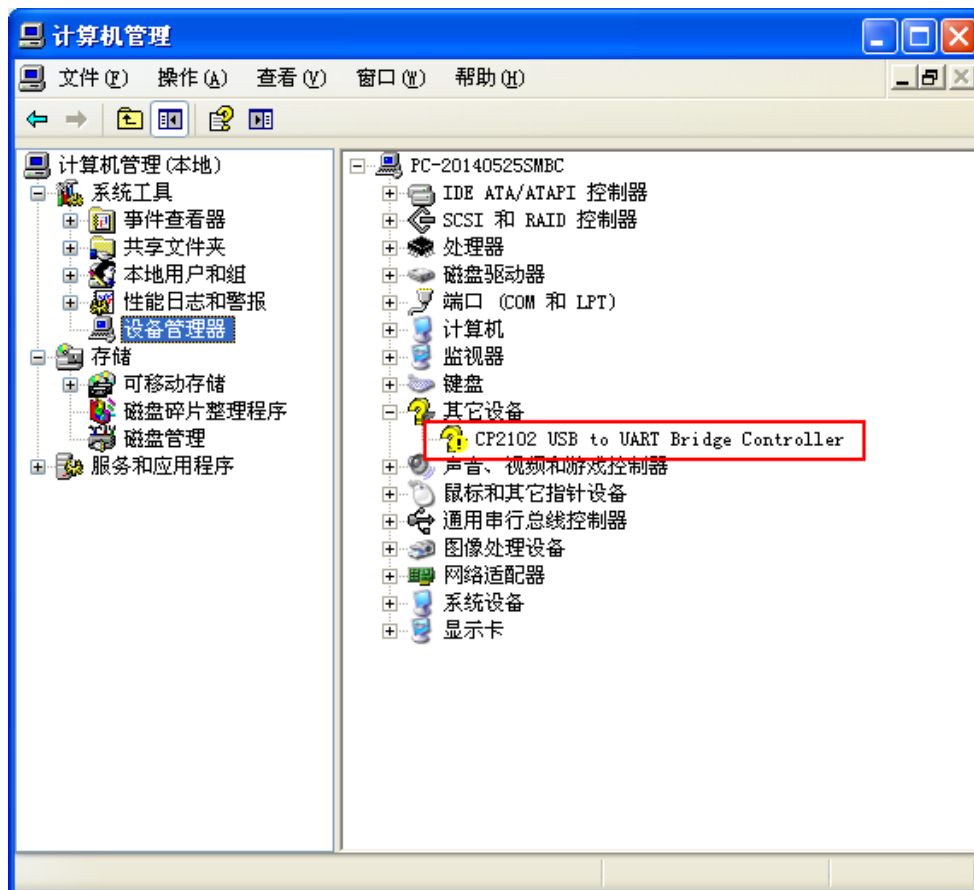

图 4-2 USB 转串口设备安装驱动前
**注：**为连接方便上图把主控电源和触摸电源同时接到了 USB 转串口的 3V3 上了，可根据实际情况进行选择。USB 转串口设备连接 PC 电脑时，如果 PC 电脑没有安装过 USB 转串口设备驱动，会出现如图 4-2 的未知设备，需要手动安装驱动。